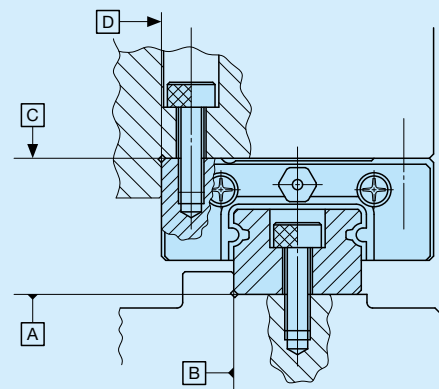

Fig. 2 Superfície de montagem de referência e estrutura de montagem típica
Ao montar as séries ML(F) e LWL(F), alinhe adequadamente as superfícies de montagem de referência B e D (D1 ou D2) do trilho e dos patins com a superfície de montagem de referência da mesa e da base e fixe-as. As superfícies de montagem de referência (Ver Fig. 2) B e D (D1 ou D2) e as superfícies de montagem A e C são retificadas com precisão. Retificar a superfície de montagem do elemento de acoplamento, como máquina ou dispositivo, com alta precisão e montá-la corretamente, garante uma movimentação linear estável e com alta precisão.